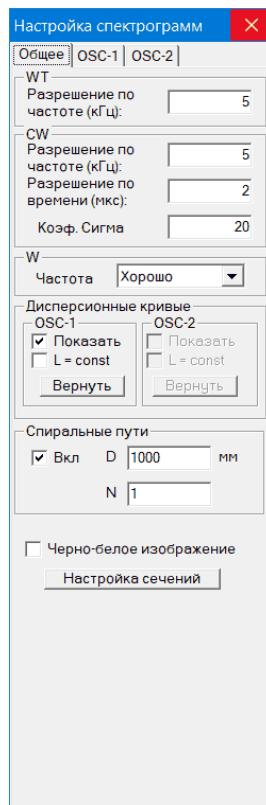
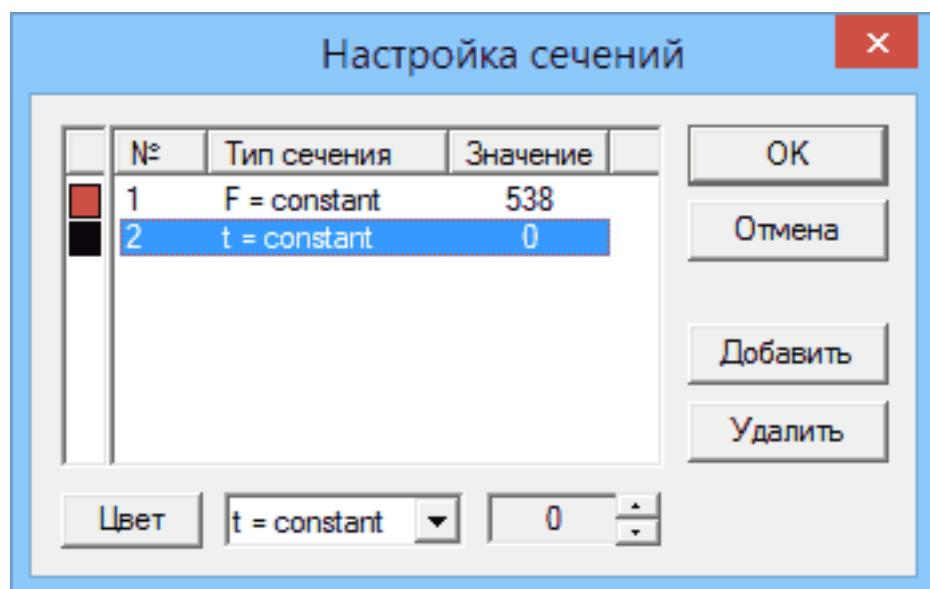

Рис. 17.2. Диалоговое окно **Настройка спектрограмм**, вкладка **Общее**
Рис. 17.3. Диалоговое окно **Настройка сечений**
Для настройки параметров вычисления и визуализации спектрограмм следует выбрать команду главного меню **Вид – Настройка спектрограммы**, либо воспользоваться кнопкой **SG** на панели инструментов. После этого появляется диалоговая панель **Настройка спектрограмм** (рис. 17.2), открытая на вкладке **Общее**.
- ◊ При нажатии на кнопку **Настройка сечений** открывается диалоговое окно настройки сечений спектрограмм (рис. 17.3). Подробное описание настройки сечений приведено далее в главе «*Настройка сечений*».
Для настройки сечений необходимо нажать кнопку **Настройка сечений** в диалоговом окне **Настройка спектрограмм** на вкладке **Общее** (рис. 17.2). После этого открывается диалоговое окно **Настройка сечений** (рис. 17.3), в котором задаются параметры сечений.